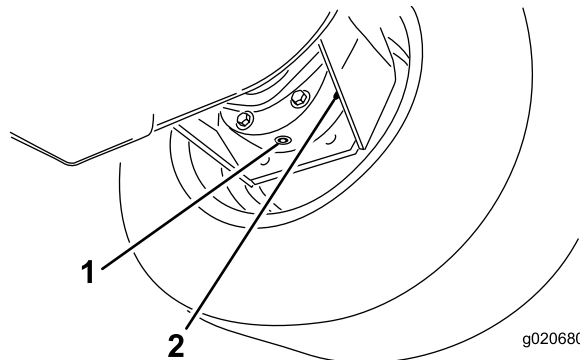

Figura 93
3. Coloque o recipiente de escoamento por baixo da estrutura do travão, retire o tampão e deixe o óleo escorrer para o recipiente (Figura 93).